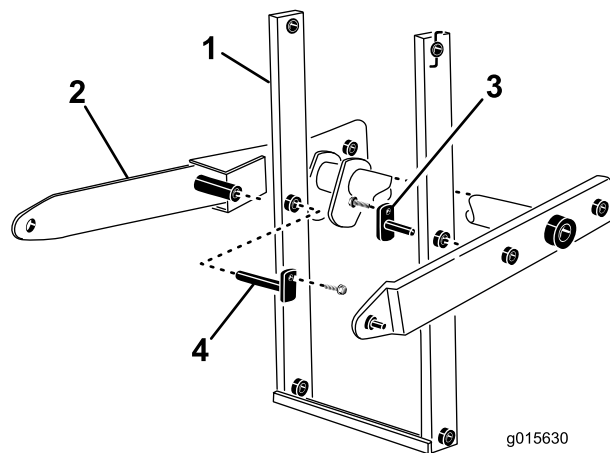

Figure 16
14. Insérez les goupilles soudées longue et courte dans le bras et le bras de levage principal (Figure 16).